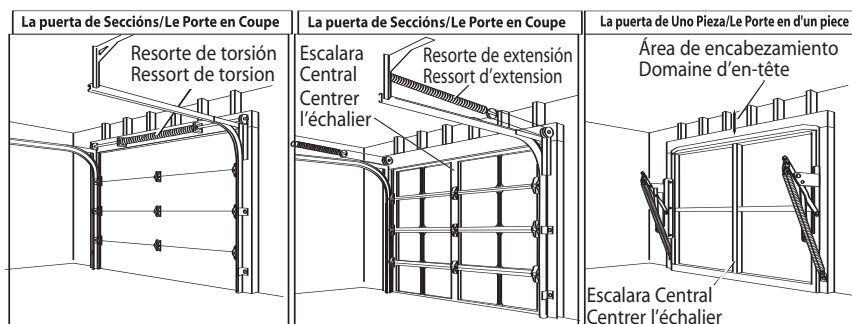

Figura 2 Nota de tipo puerta / Figure 2 Identifier le type de porte
- C** Verifique el tipo de puerta. Anote si es una puerta seccionada o de una sola pieza (Figura 2).